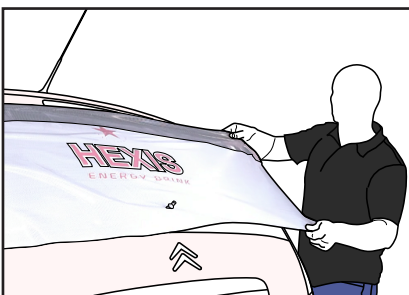

Figure 13
- › Tendre assez fortement le film en le tenant par les extrémités. (FIG. 13)